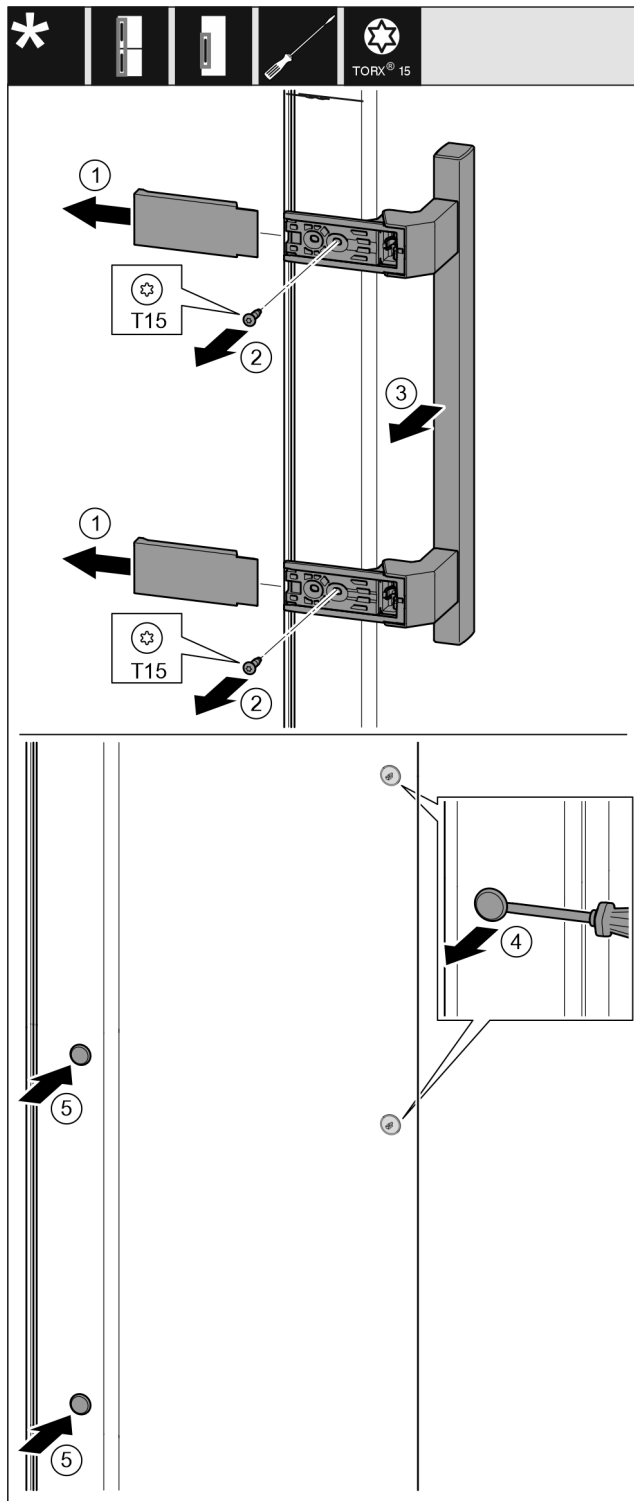

Fig. 39
- ▶ Зніміть кришку. Fig. 39 (1)
- ▶ Викрутіть гвинти за допомогою викрутки T15. Fig. 39 (2)
- ▶ Зніміть ручку. Fig. 39 (3)
- ▶ За допомогою шліцевої викрутки обережно підійміть бокову пробку та витягніть її. Fig. 39 (4)
- ▶ Знову вставте пробку з іншого боку. Fig. 39 (5)